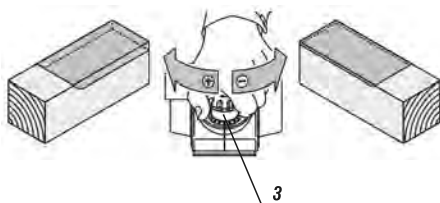

fig. 4 - ajuste da altura de aplainamento
Para regular a altura de aplainamento gire a manopla de regulagem de altura (3). Girando a manopla para a direita (sentido horário) a profundidade aumentará e consequentemente girando a manopla para a esquerda (sentido anti-horário) a altura diminuirá, fig. 4.